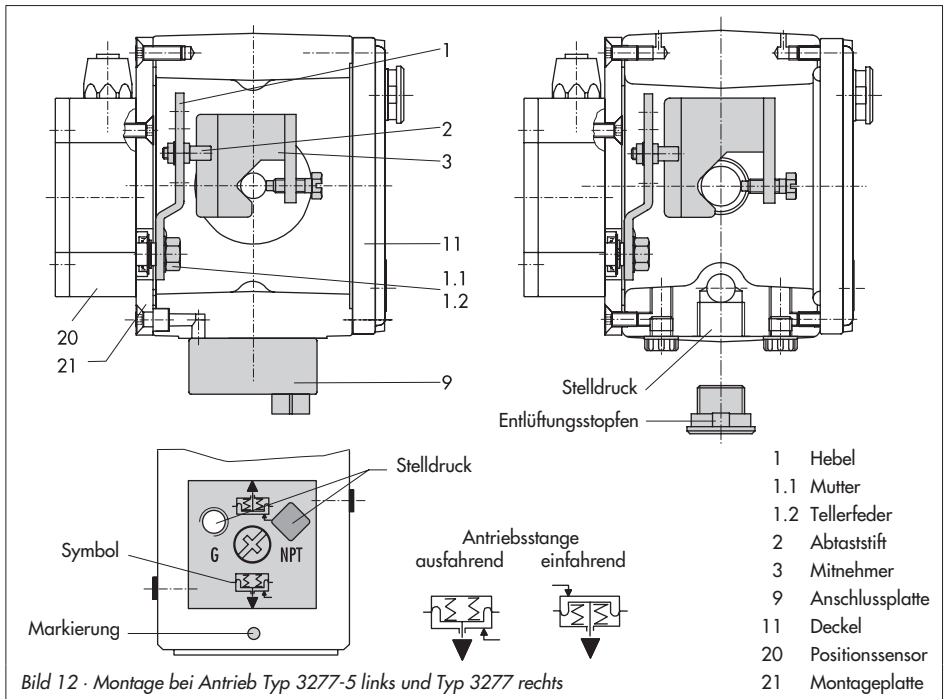

Bild 12 · Montage bei Antrieb Typ 3277-5 links und Typ 3277 rechts
Der Stelldruck vom Stellungsregler wird über den Stelldruckanschluss der Anschlussplatte (9, Bild 12 links) auf die Membrankammer des Antriebes geführt. Dazu zunächst die Anschlussplatte (9) aus dem Zubehör am Loch des Antriebes verschrauben.
- ▶ Anschlussplatte (9) dabei so drehen, dass das für die Sicherheitsstellung richtige Bildsymbol „Antriebsstange ausfahrend“ oder „Antriebsstange einfahrend“ nach der Markierung ausgerichtet ist (Bild 12 unten).
- ▶ Unbedingt darauf achten, dass die Flachdichtung der Anschlussplatte (9) richtig eingelegt ist.